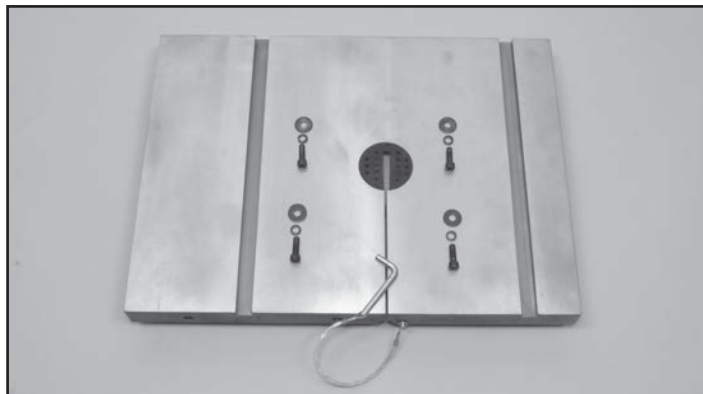

FIGURE 1
1. Retirez la goupille de nivellement de la table (pièce # 4B) de l'avant de la table. Cette goupille en métal maintient les deux côtés de la table au niveau de la fente. Fig. 1.
Visser le boulon à tête hexagonale (# 8B) et l'écrou (# 7B) au fond de la table dans le trou pré-percé et taraudé. Voir Fig. 1 2, page 13. Réglage de la table à 90 ° par rapport à la lame se fera plus tard sur les pages 13 et 14.